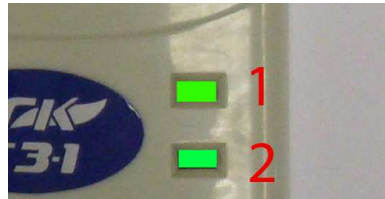

Рисунок 13. Индикаторы сигнализатора СЗ-1.
5.2. При подаче напряжения питания (подключения сигнализатора загазованности к бытовой сети) индикаторы 1 и 2 загораются зеленым светом на 1 секунду (рисунок 13). При этом раздается звуковой сигнал.